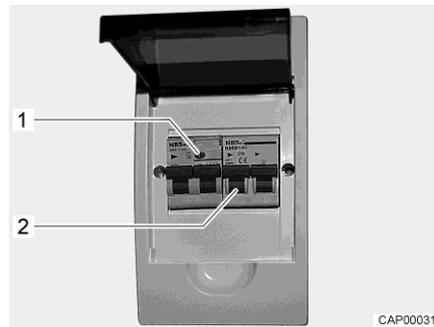

Fig. 37 Scatola dei fusibili a 230 V con interruttore di sicurezza e interruttore automatico FI
Un interruttore di sicurezza per correnti di guasto (interruttore automatico FI) nella scatola dei fusibili protegge l'intero veicolo da correnti di guasto (0,03 A). La rete di bordo a 230 V è protetta da un interruttore di sicurezza collegato in serie (10 A) (Fig. 37,2).
- Se il veicolo è collegato all'alimentazione a 230 V, premere il tasto di controllo (Fig. 37,1). L'interruttore di sicurezza per correnti di guasto deve scattare.